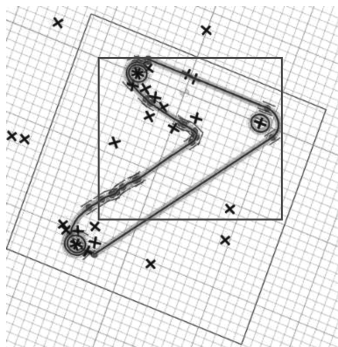

图 12-103 拟合曲线
(3) 在工具栏中单击【Repair】→【Fit Curves】→【Fit Options】→【Correct tangency】，框选模型曲线轮廓，如图 12-103 所示；单击  确定。